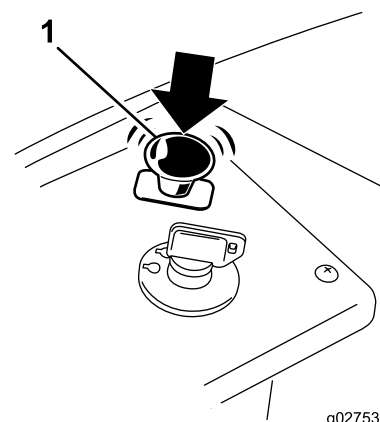

Bild 18
1. Stellen Sie den Zapfwellenantriebsschalter in die AUS-Stellung, um die Messer auszukuppeln (Bild 18).